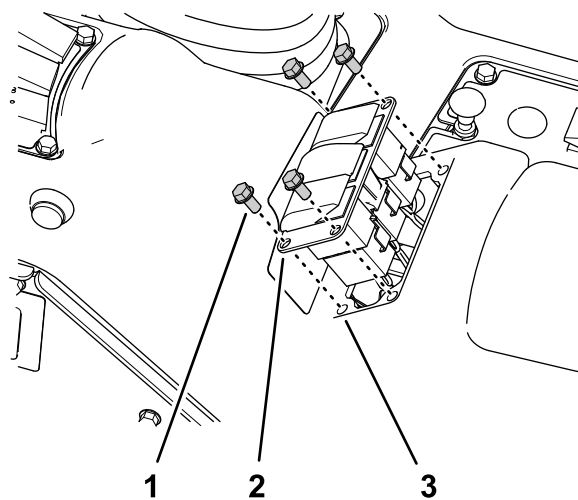

图33
1. 卸下将 3 开关面板固定至控制台的 4 个凸缘头螺丝 1/4 x 1/2 英寸图33。
3. 从开关的 8 针接头断开标有喷洒率开关的机器线束 8 插槽接头图33。
6. 将开关塞对准从中取出喷洒率开关的 3 开关面板开口图33。
7. 将开关塞插入 3 开关面板直至其牢固卡入面板图33。